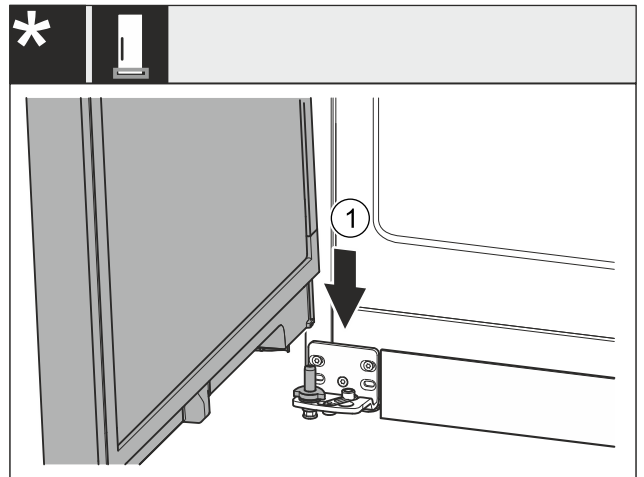

Fig. 43 *
- Aseta ovi yläkautta alhaalla olevien laakeripulttien Fig. 43 (1) päälle.*